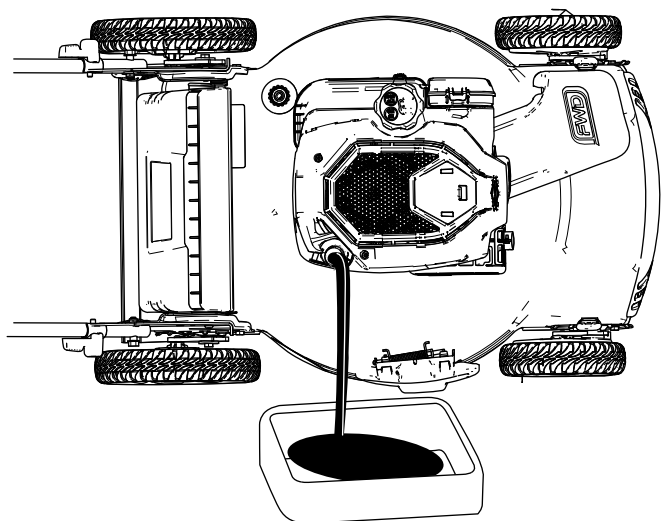

Figure 25
4. Basculez la machine sur le côté (filtre à air en haut) pour vidanger l'huile usagée par le tube de remplissage (Figure 25).